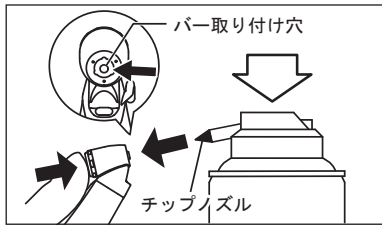

図9
- プッシュボタンを軽く押しながらバーの取り付け穴へ直接スプレー注油を行います(図9)。